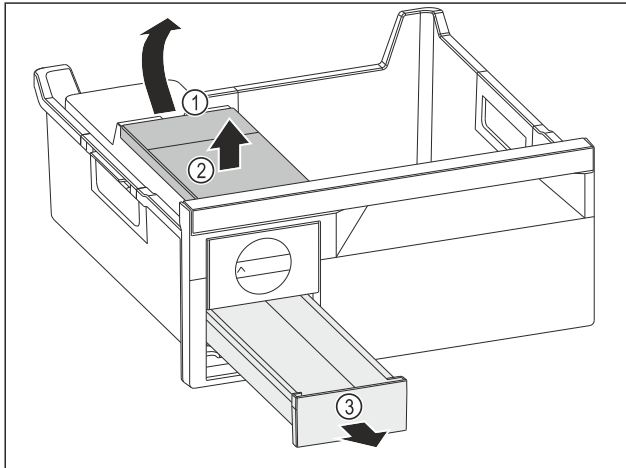

Fig. 116
- ▶ Sacar el depósito de agua: Subir el depósito de agua por la entalladura Fig. 116 (1).
- ▶ Extraer el depósito de agua Fig. 116 (2) por arriba.
- ▶ Extraer el cajón para cubitos de hielo Fig. 116 (3) por delante.